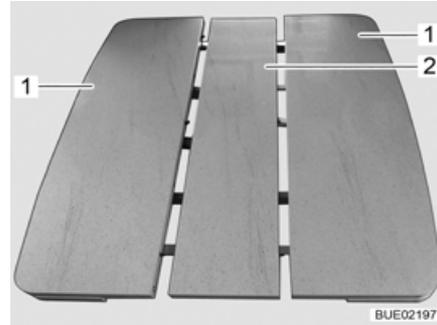

Bild 117 Tischplatte mit Mittenverbreiterung
- Tischplatte (Bild 117,1) auf beiden langen Seiten fassen und auseinanderziehen (dazu sind zwei Personen erforderlich). Die Mittenverbreiterung (Bild 117,2) unter der Tischplatte gleitet durch Federkraft selbstständig nach oben.
- Tischplatte (Bild 117,1) auf beiden langen Seiten fassen und auseinanderziehen (dazu sind zwei Personen erforderlich).
- Mittenverbreiterung (Bild 117,2) gegen die Federkraft nach unten drücken und halten.